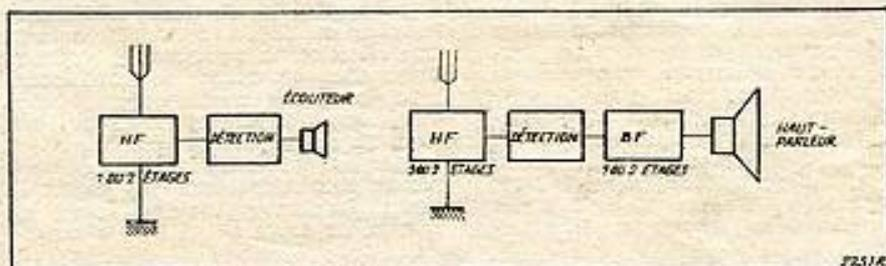

FIG. 3
l'avons vu, cette fréquence élevée dépasse celle que nous pouvons entendre. Il nous faudra les rendre audibles par l'opération appelée « détection », après quoi, elles seront audibles, certes, mais faiblement. Juste ce qu'il faut pour actionner un écouteur ou casque. On veut du haut-parleur ? Prétention fort justifiée. Mais alors, il va nous falloir amplifier en basse fréquence (BF). De telle sorte que nous aurons, selon les cas : HF et détection puis écouteur ou casque. Cela ne contente généralement personne. Si l'émission est assez puissante, la détection suffira pour obtenir le même résultat. Si l'on veut actionner un haut-parleur, on fera suivre cette détection d'un ou deux étages BF. Celle-ci, on le voit, accroît la puissance. Mais si l'on veut augmenter la sensibilité du récepteur, il faut le munir d'un ou deux étages HF. C'est ce que montre la figure 3, très schématique, c'est vrai.